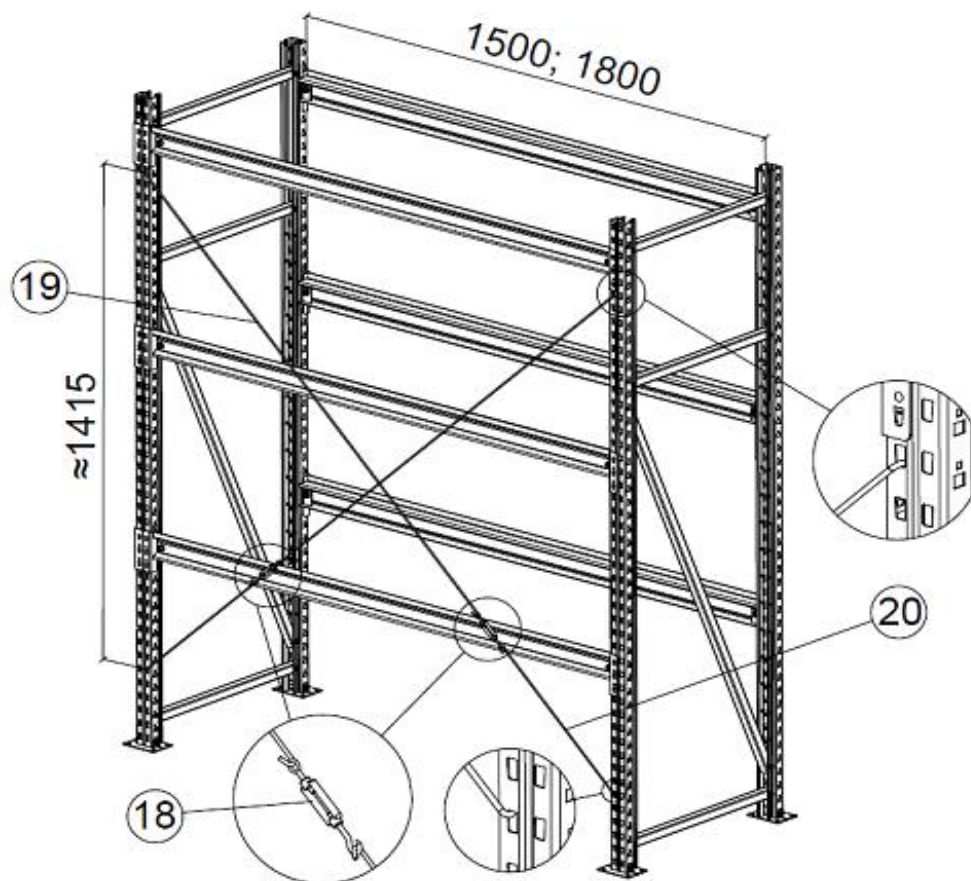

Рисунок 7
4.4.3. Для «Steller Профессиональный. Стеллажная система 180x150x60; 180x180x60 установить крестовые связи СК.1500 и СК.1800 соответственно – см. рисунок 7 (в комплект основной поставки не входит).